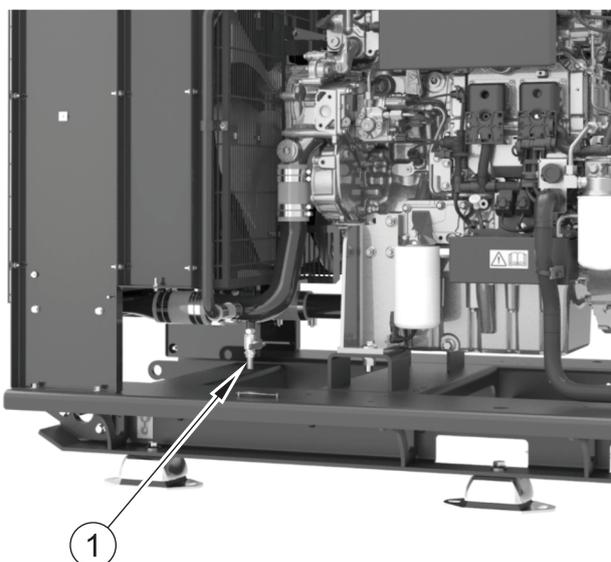

Abbildung 5
2. Drehen Sie den Hahn in die geöffnete Stellung (Abbildung 5, Nummer 1).